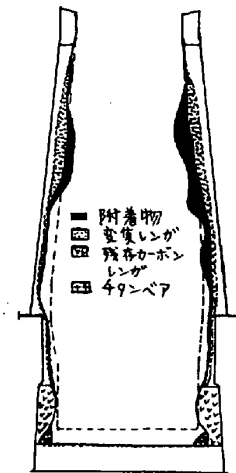

図2 炉体侵蝕状況
2. 炉体侵蝕状況：従来と特に変わった部分は認められないが、シャフト上部は附着物がやや多く最大1300mm程度の厚さの部分がみられた。朝顔部は冷却盤先端が炉内へ露出しており炉底部のカーボンレンガは2段とも完全に消失しており下のシャモットレンガとの境界で侵蝕は止まっていたが炉壁下部は侵蝕が激しくカーボンスタンプまで侵蝕が進んでいる部分があつた。侵蝕状況を図2に示す。